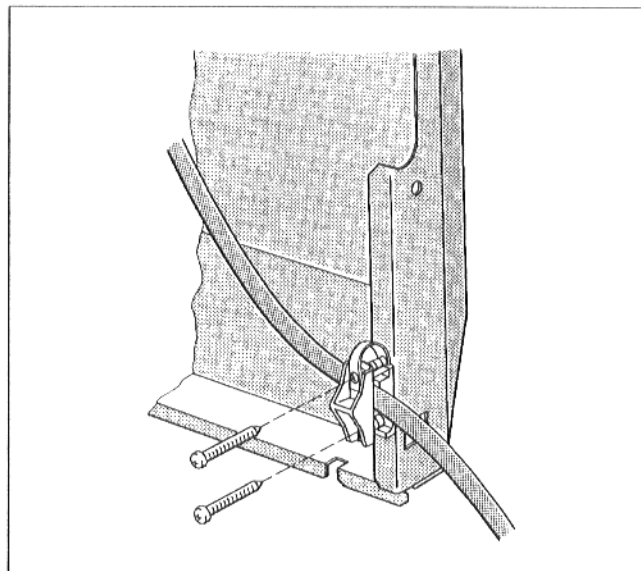

Fig. 11
- Introduire le câble du brûleur dans l'anti-traction et visser celle-ci à l'aide de 2 vis Parker (Fig. 11).